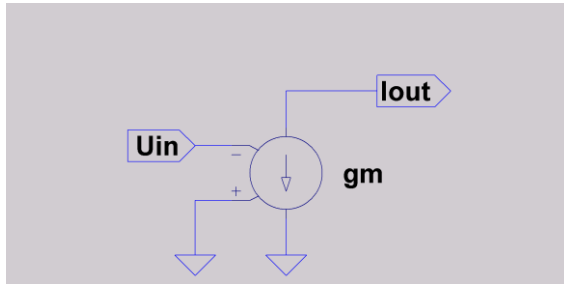
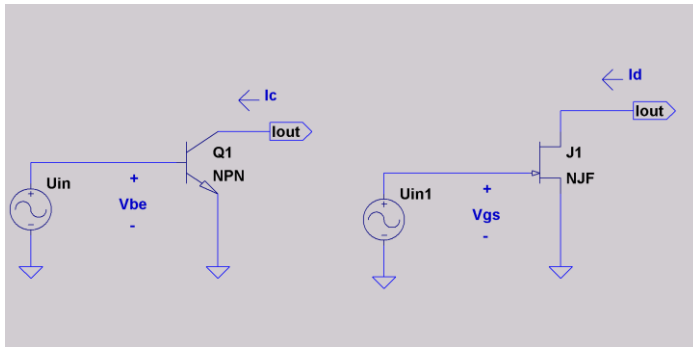

Fig. 6
Fig. 7
- III. **Amplificadores de Transcondutância** (Transconductance Amplifiers), seu “ganho”: $g_m = \left(\frac{I_o}{U_{in}}\right)$, idealmente constante e independente da frequência, tem dimensão de **inverso de resistência**, ou **condutância**. Também idealmente, tem impedância de entrada infinita e impedância de saída também infinita. O princípio físico de funcionamento das **válvulas eletrônicas** ou dos **FETs** pode ser modelado aproximadamente dessa forma, como uma fonte de corrente controlada por tensão (**VCCS**, **fig.6**). Um transistor bipolar, quando recebe o sinal de entrada de uma fonte de tensão com baixa impedância de saída, também pode ser considerado um amplificador de transcondutância (**fig. 7**).